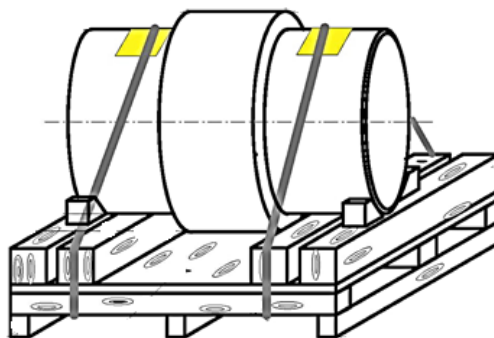

Рис.3. Внешний вид изолирующей монолитной муфты на поддоне
- А) На деревянном поддоне в горизонтальном положении (упаковка изготовителя). При этом идентифицирующая маркировка (этикетка) должна находиться в верхней части муфты и иметь стандартное для чтения расположение текста (Рисунок 3).